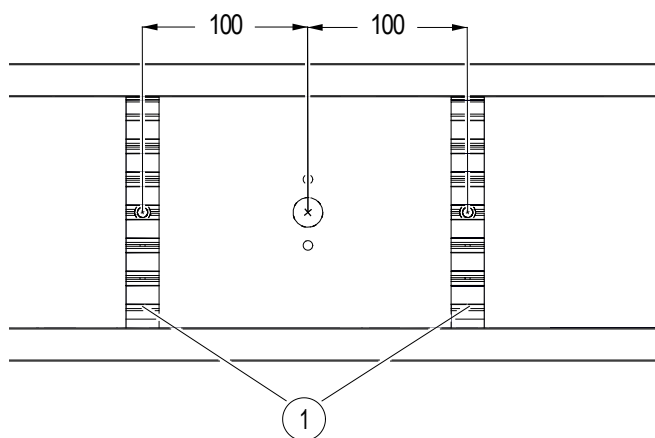

Abb. 7: Abstand zwischen Schienenhalter und Schleifkontakt-Sensoreinheit
- Die Schienenhalter, die rechts und links von der Schleifkontakt-Sensoreinheit sitzen, im Abstand von 100 mm zu der Schleifkontakt-Sensoreinheit montieren (siehe Abb. 7).